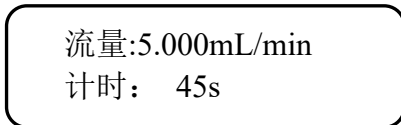
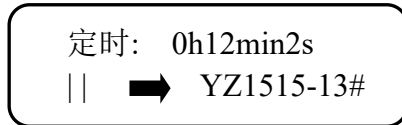

图 4
图 5
(3) 流量模式下开启定时功能，如图 4 和图 5（这 2 个界面通过【返回键】切换）：